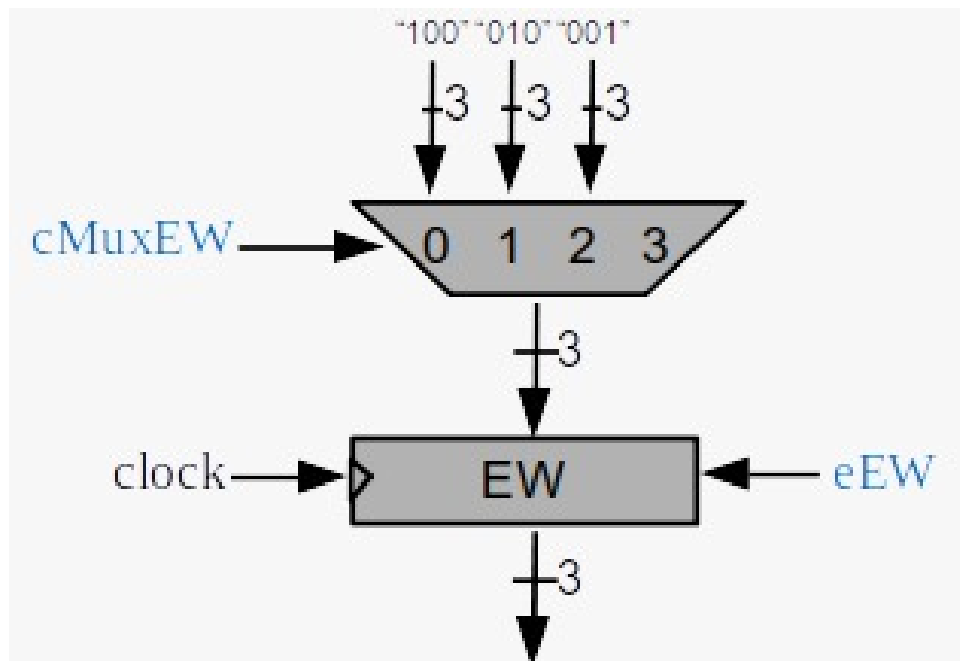

Figura 2.7: Circuito para atribuição do registrador EW.
(4) **W** = “001” (linha 10 e 18); **EW** = “001” (linha 18); **EW** = “100” (linha 22); **EW** = “010” (linha 25) Figura 2.7.